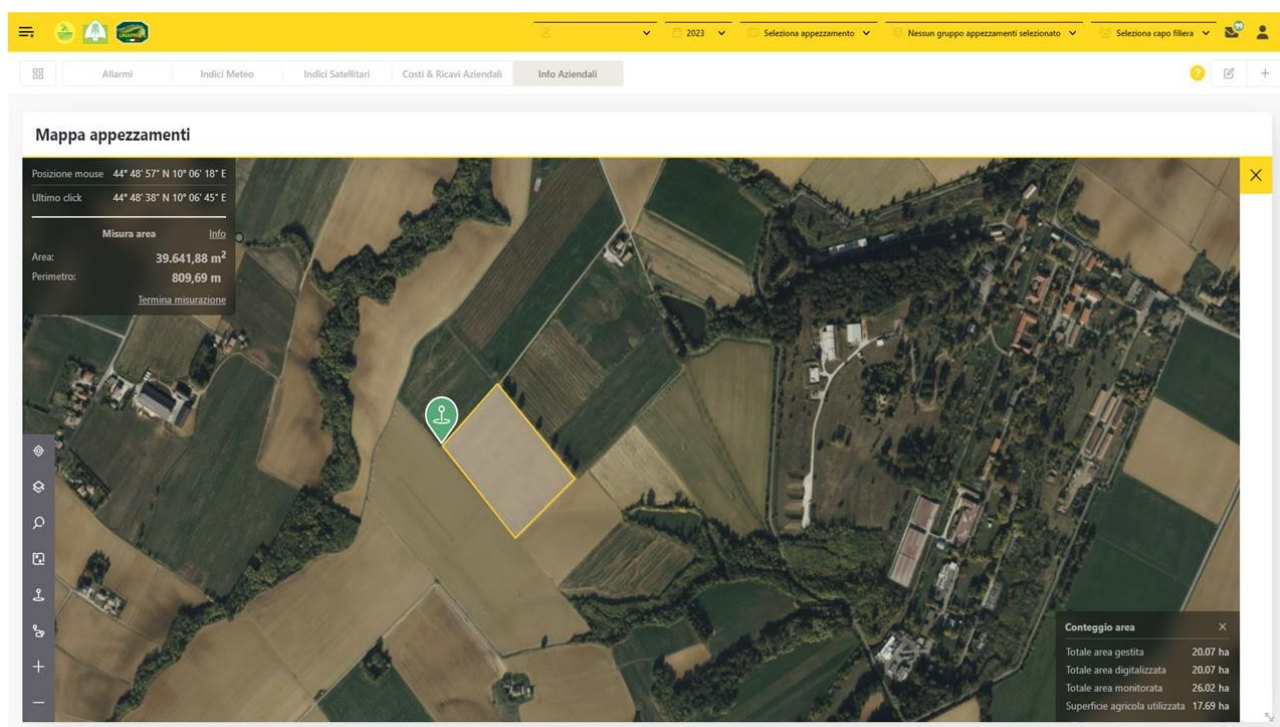

FIGURA 6 - MISURA AREA
- Cliccando su *Area* si aprirà una schermata posta sotto alle indicazioni di *Posizione mouse* e *Ultimo click* intitolata *Misura area* dove verranno visualizzate le informazioni di *Area* e *Perimetro* per il poligono generato (Figura 6). Per iniziare la misurazione basterà cliccare almeno tre punti sulla mappa per iniziare la generazione del poligono, cliccando poi su *Termina misurazione* si chiuderà la finestra e sarà possibile eseguire altre operazioni.